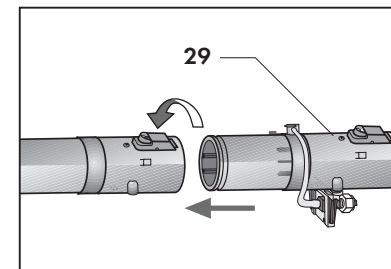

Abb. 13
- das Aufnahmeteil des Verlängerungsrohrs in das Steckteil des Zerstäubers stecken und den Arretiererring drehen um das Verlängerungsrohr zu blockieren. (Abb. 13)